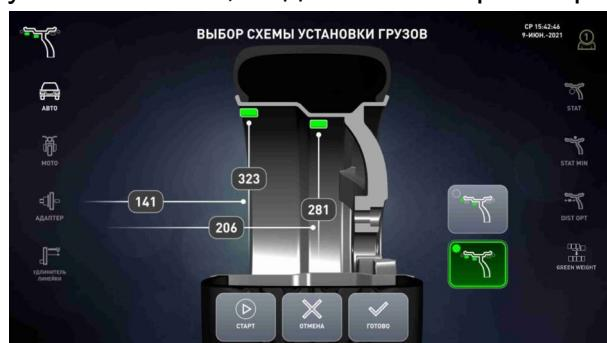

Рисунок 6.10 – Схемы установки грузов
*Затем подвесить эту же линейку к месту установки правого груза (рисунок 6.9 б), дождаться звукового сигнала и появления на экране схем установки грузов (рисунок 6.10).*